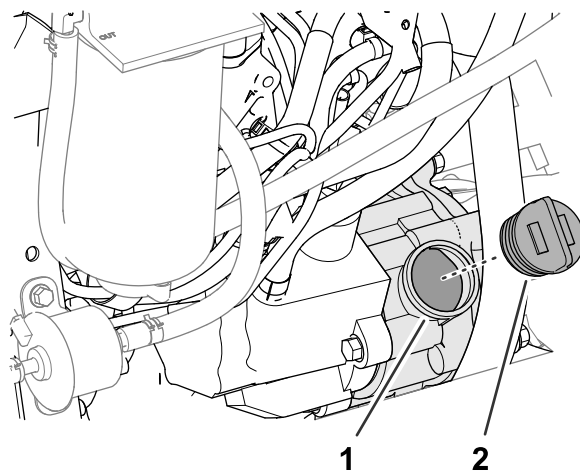

Рисунок 113
5. Если уровень масла низкий, снимите крышку маслозаливной горловины (Рисунок 113) и постепенно, небольшими порциями долийте масло, периодически проверяя его уровень, до отметки «Полный» на масломерном щупе.